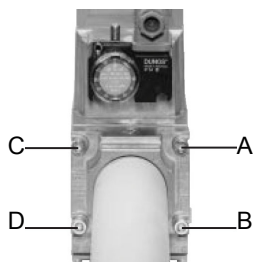

Рис. 7
1. Расслабить винты А и В, но **не снимать** их (Рис. 7 и Рис. 8)
2. Отвинтить винты С и D (Рис. 7 и Рис. 8)